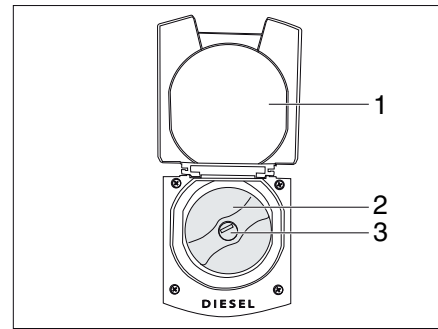

Bild 34 Geöffnete Verschlussklappe mit Kraftstoff-Einfüllstutzen
- Verschlussklappe (Bild 34,1) schließen.